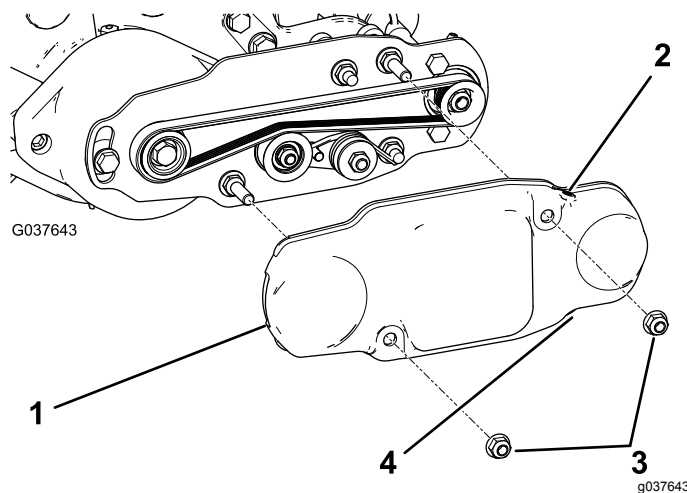

Рисунок 18
2. Наденьте кожух ремня на монтажные болты и закрепите его двумя фланцевыми гайками (Рисунок 18).
3. Убедитесь в том, что установочный винт завернут; выверните и удалите в отходы нижний установочный винт для обеспечения слива (Рисунок 18).